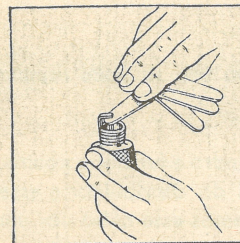

Fig. 40 — Para verificar a distância entre os eléctrodos emprega-se um calibre
85. Para verificar a distância entre os eléctrodos, deve empregar-se sempre um calibre (apalpa-folgas) (fig. 40).
- 7) Para verificar se se trata de velas com os eléctrodos demasiadamente afastados, coloca-se a chave de fenda com a extremidade da lâmina apoiada no bloco de cilindros e o corpo da lâmina um pouco desviado do terminal da vela e vai-se afastando o corpo da lâmina para ver se a faísca saltará à distância de 5 ou 6 milímetros se saltar, deve tratar-se de eléctrodos demasiadamente afastados ou queimados (§ 83). No primeiro caso, regula-se a distância com auxílio dum calibrador (fig. 40). No caso de eléctrodos queimados, substitui-se a vela por uma nova do mesmo valor térmico.